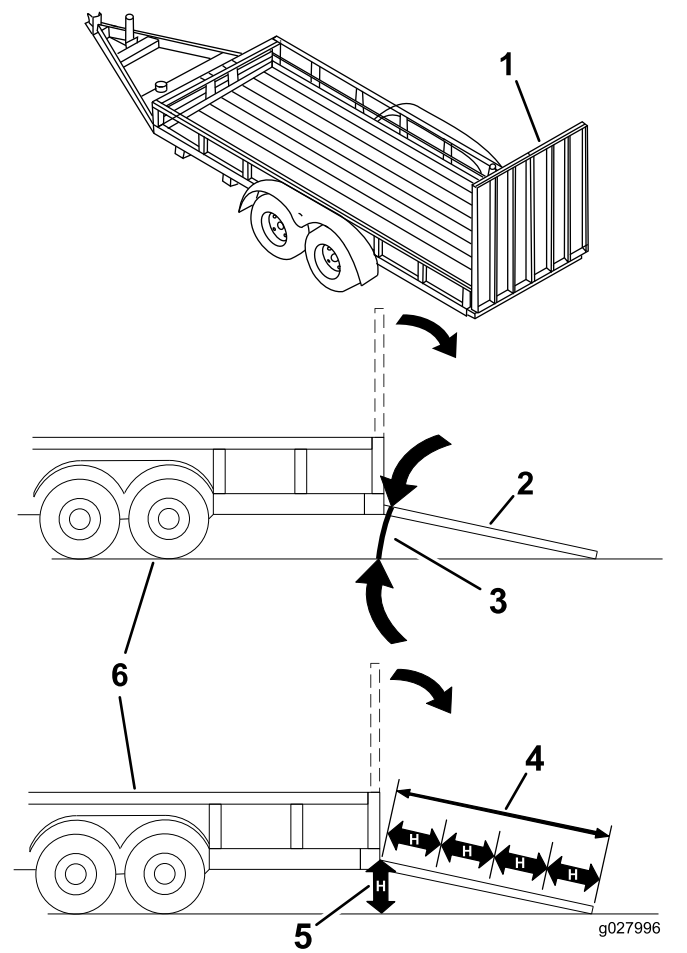

Bild 39
Das Laden einer Maschine auf einen Anhänger oder einen Lastwagen erhöht die Umkipppgefahr und könnte schwere oder tödliche Verletzungen verursachen (**Bild 39**).
3. Senken Sie die Rampe ab und stellen Sie sicher, dass der Winkel zwischen der Rampe und dem Boden höchstens 15 Grad beträgt (Bild 39).
1. Senken Sie die Rampe ab und stellen Sie sicher, dass der Winkel zwischen der Rampe und dem Boden höchstens 15 Grad beträgt (Bild 39).